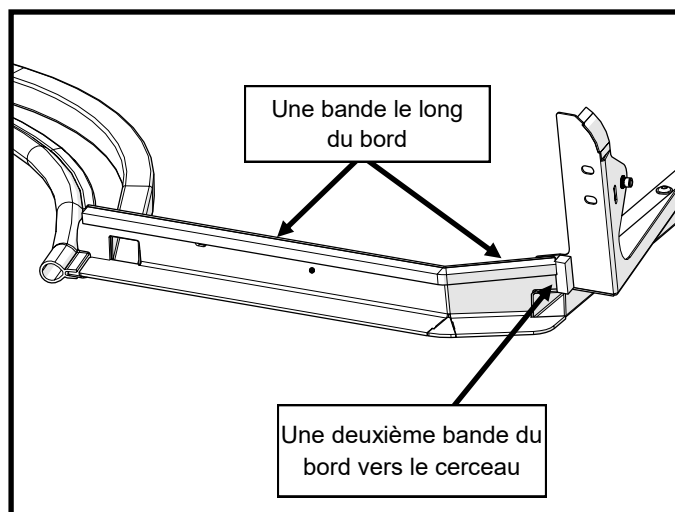

Figure 24 : Installation du joint d'étanchéité en mousse
24. Localiser le cadre latéral gauche et installer le joint en mousse fourni le long du fond du plancher, comme illustré à la figure 24.